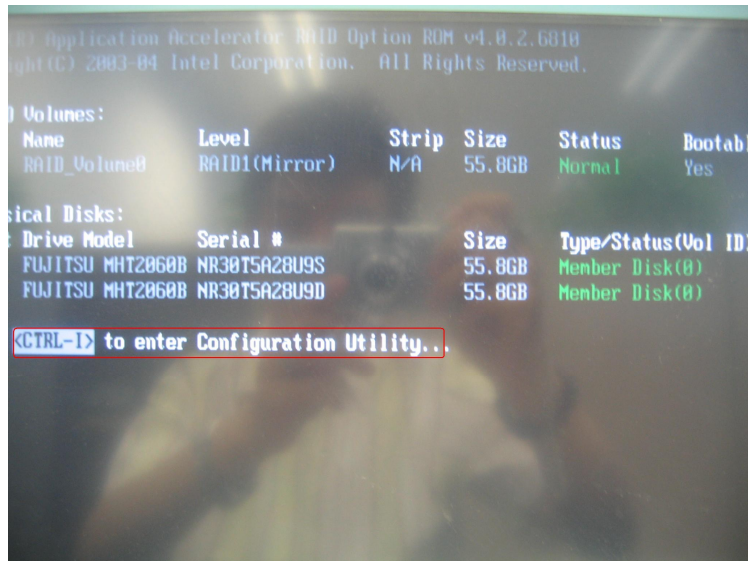

图 18
(B) 按下 Ctrl + I 组合键进入 RAID 配置，如图 18 所示。